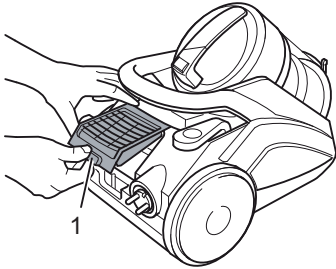

Abb. 32
2. Entriegeln Sie die Ausblasfilter-Abdeckung am dafür vorgesehenen Eingriff (Abb. 32/1) und entnehmen Sie diese.